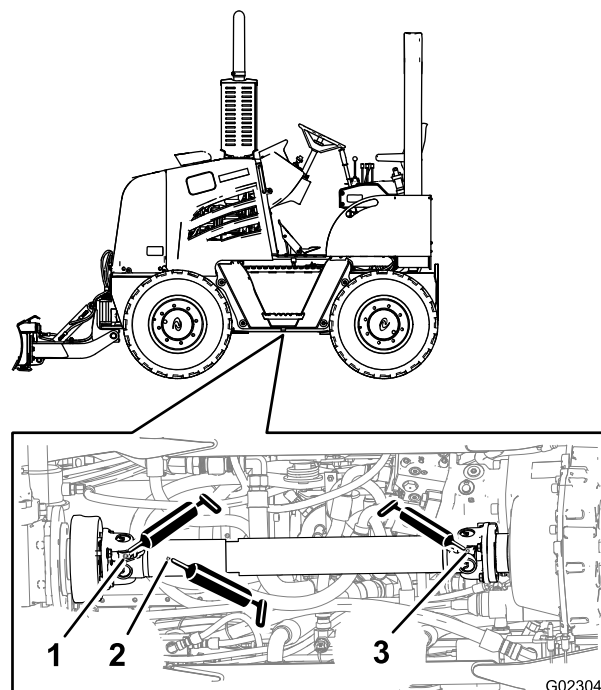

Рисунок 33
2. Подсоедините смазочный шприц к масленке скользящей муфты в переднем конце ведущего вала; введите консистентную смазку в масленку, сделав 2-3 качания шприцом (Рисунок 33).